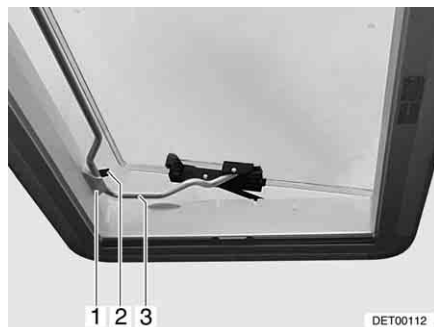

Fig. 63 Oblò Heki in posizione di ricircolo d'aria 2
- Inserire la staffa (Fig. 63,3) nel supporto (Fig. 63,1).
- Sistemare la leva (Fig. 63,2) sulla staffa.